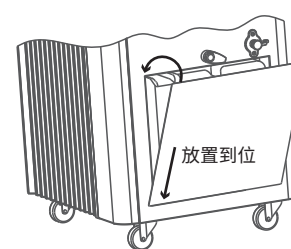
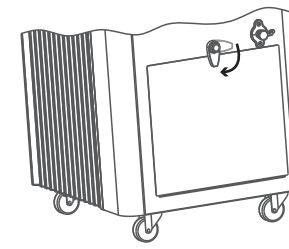

图16
图17
5、安装水箱门板: 将水箱门板下方的两个限位片, 对准右侧板下方的两个方形限位孔, 将水箱门板放置到位; 将水箱门板旋转, 沿箭头方向旋转, 贴住右侧板; 将圆形门板钮旋转, 扣住水箱门板; 如图16、图17